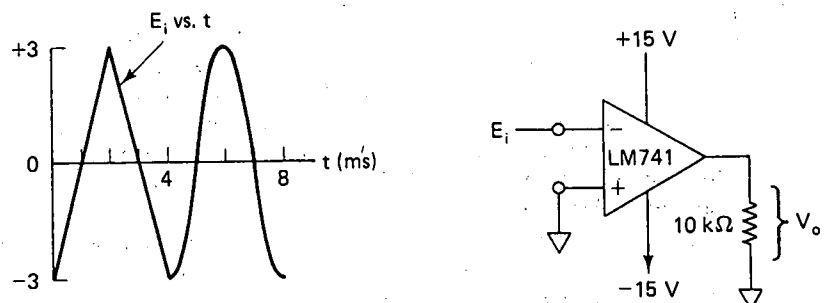

FIGURA P2-7
- 2-7. En la figura P2-7 E_i se aplica a la entrada (-) y tierra a la entrada V (+) de un 741. Trace exactamente, (a) V_o en función de t y (b) V_o en función de E_i .
- 2-8. Intercambie las conexiones de entrada a E_i y a tierra en la figura P2-7. Trace la gráfica de (a) V_o en función de t y (b) V_o en función de E_i .